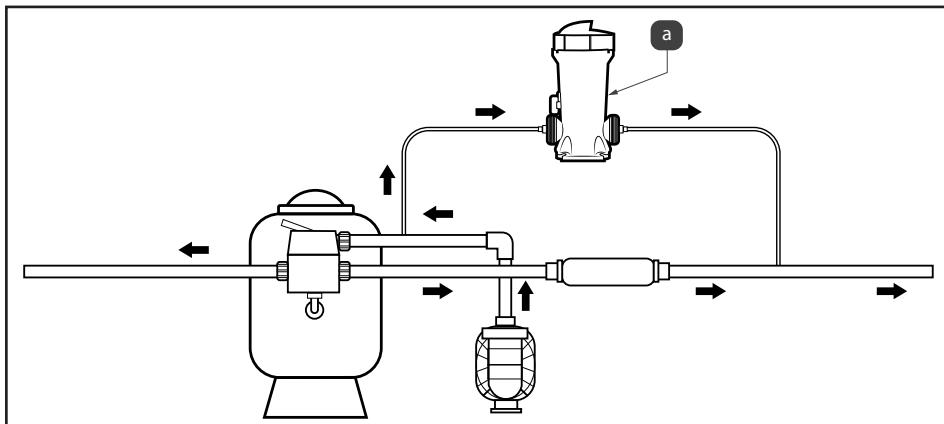

Figure 4. Configuration de l'installation de la dérivation
REMARQUE : Il existe deux versions de mamelons livrés avec cet appareil : une pour un PVC de 50 mm ($1\frac{1}{2}$ po) (figure 4) et une pour un PVC de 63 mm (2 po).
3. Le raccord de sortie doit être fait en aval du système de chauffage, si aucun système de chauffage n'est installé, en aval du filtre, vous reporter la figure 4(a). Ce raccord alimentera de l'eau traitée du doseur dans la plomberie.